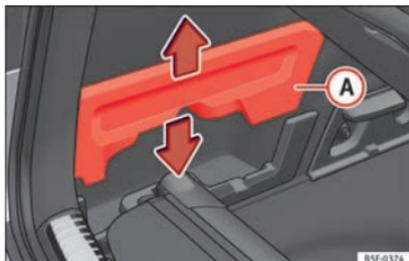

Abb. 169 Im Gepäckraum: Aufnahme zum Verstauen der Gepäckraumabdeckung.
• Entfernen Sie die Abdeckungen »» **Abb. 169**